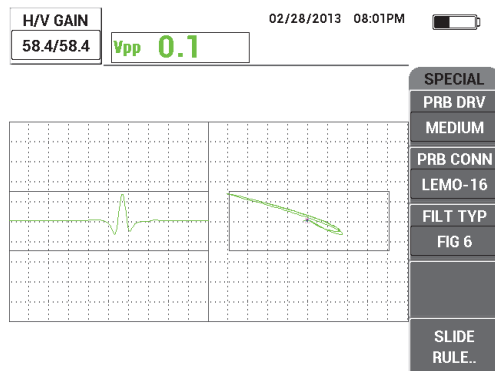

図 5-64 ゲインの調整
7. ゲインキー (**dB**) を押し、ノッチの信号が最初の水平区分内（水平に 10%）に含まれるまで水平ゲインを下げます（176 ページの図 5-64 を参照）。